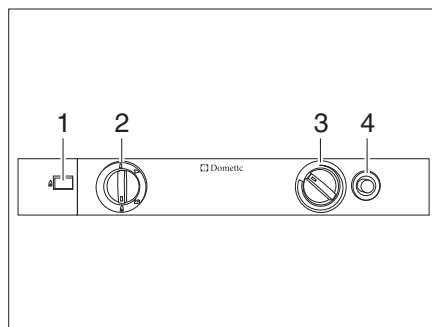

Fig. 133 Boutons de commande pour le réfrigérateur (Dometic Série 8)
- Placer le sélecteur de source d'énergie (Fig. 133,2) sur "🔥".
- Enfoncer le bouton tournant (Fig. 133,3) sur le niveau le plus élevé et le maintenir enfoncé. Attendre jusqu'à ce que le gaz s'écoule vers le brûleur.
- Enfoncer le bouton d'allumage de gaz (Fig. 133,4) et le maintenir enfoncé. L'allumage s'effectue de manière automatique.
- Maintenir le bouton d'allumage de gaz (Fig. 133,4) enfoncé jusqu'à ce que l'indicateur de la flamme (Fig. 133,1) passe au vert, puis le relâcher.
- Maintenir le bouton tournant (Fig. 133,3) enfoncé pendant encore 10 à 15 secondes, puis le relâcher.
- Placer le sélecteur de source d'énergie (Fig. 133,2) sur "⏏".
- Régler la température de réfrigération avec le bouton tournant (Fig. 133,3).
- Placer le sélecteur de source d'énergie (Fig. 133,2) sur "🔋".